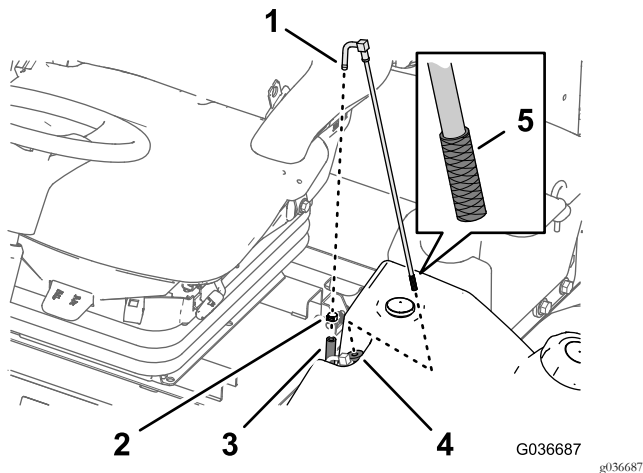

Рисунок 44
1. Снимите шланговый хомут, который крепит шланг подачи топлива к штуцеру топливозаборной трубки (Рисунок 44).
2. Отсоедините шланг от штуцера (Рисунок 44).
3. Извлеките топливозаборную трубку из топливного бака (Рисунок 44).
4. Очистите от загрязнений сетчатый фильтр на конце топливозаборной трубки (Рисунок 44).
5. Вставьте топливозаборную трубку в резиновую втулку и в бак (Рисунок 44).